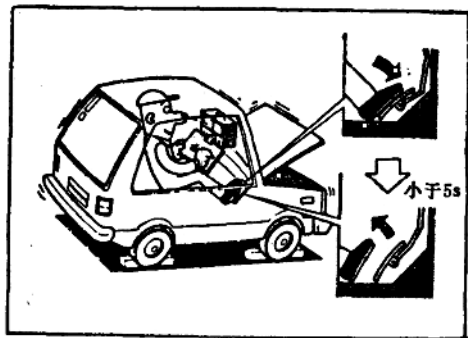

图4 稍“轰”油门并抬起离合器踏板
③稍微“轰”一下油门，抬起另一只踩在离合器踏板上的脚使离合器接合（图4）。
④此时，若发动机熄火，说明离合器无打滑故障。
⑤但是，若约3秒钟后发动机熄火，则证明这种熄火症状是离合器开始打滑的前兆。
⑥反之，若发动机不熄火继续运转，可断言离合器打滑。
⑦确诊离合器打滑，可对离合器踏板自由行程进行检查。离合器打滑故障大多是因踏板自由行程过小或无自由行程所致。